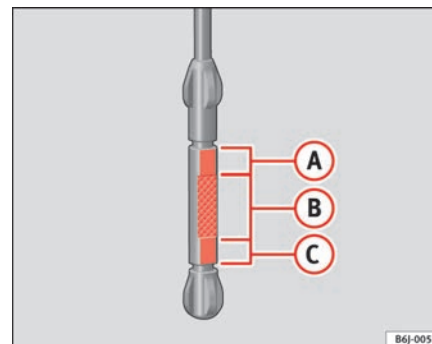

Abb. 125 Ölmesstab
- Den Messstab anschließend wieder herausziehen und den Ölstand ablesen ⇒ Abb. 125. Füllen Sie gegebenenfalls Motoröl nach. ▶